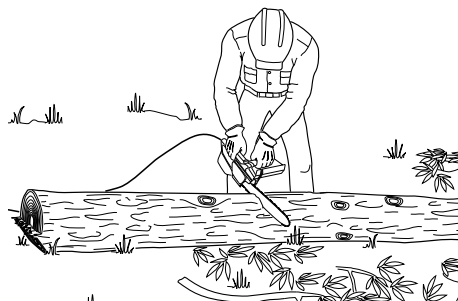

Figure 15 - Tronçonnage d'une bille qui repose entièrement au sol
1. Tronçonner la bille à partir du dessus. (Voir la figure 15.)